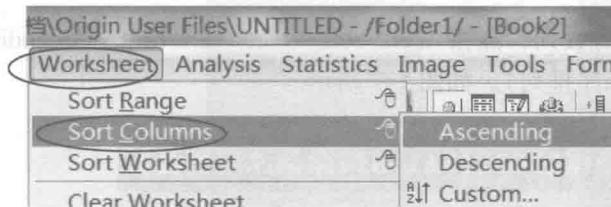

图 1-3 排序功能键
- (2) 选中一列，选择 Worksheet 菜单：Worksheet→Sort Columns→Ascending (升序排列) /Descending (降序排列)。如图 1-3 所示。